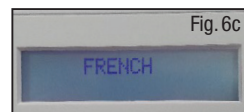

Fig. 6c
- Tryck på och håll nere knappen DATA för att rulla genom listan med tillgängliga språk. Släpp knappen DATA när önskat språk visas. Nu används språket som du har valt på enheten (Fig. 6c). Stäng av nätaggregatet för att stänga testmenyn. Nästa gång du sätter på nätaggregatet visas språket du har valt.